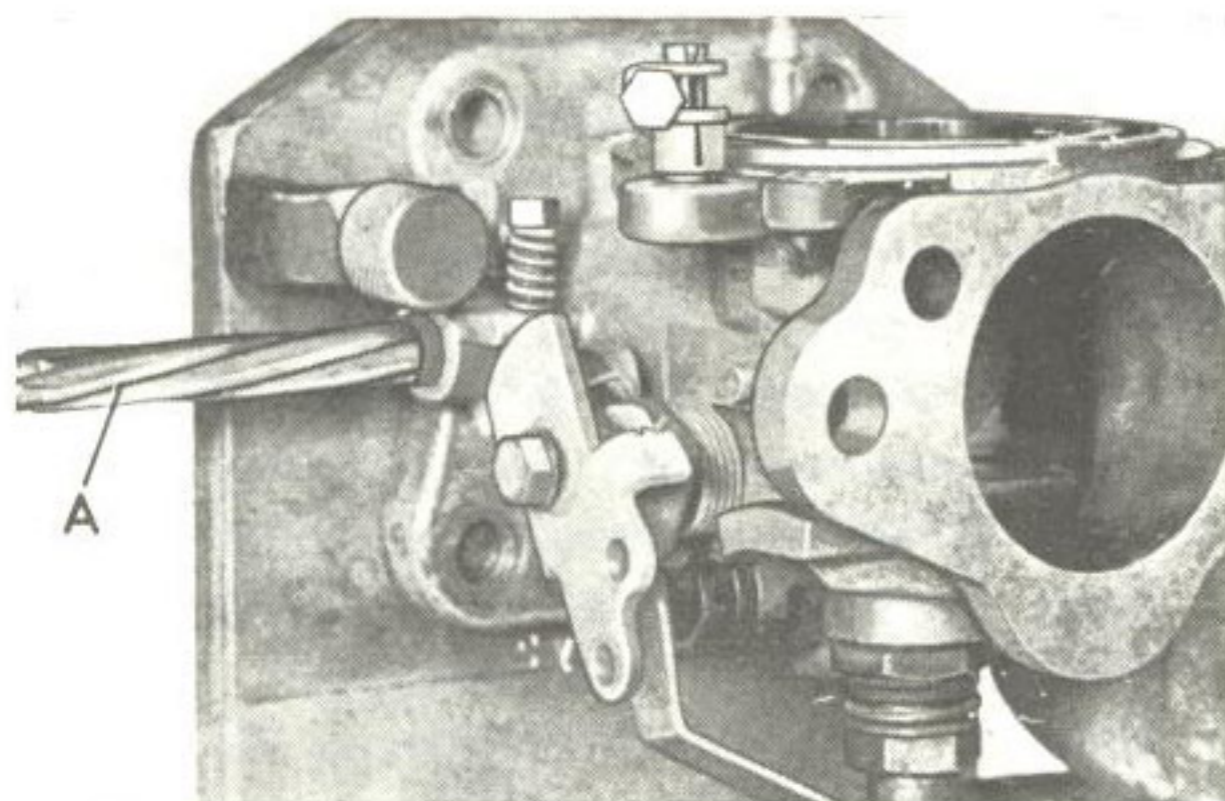

Bild 110. Brotsching av bussning
5. Vrid stativets tapp ytterligare 90° och brotscha de indrivna bussningarna med brotsch SVO 2401, bild 110.